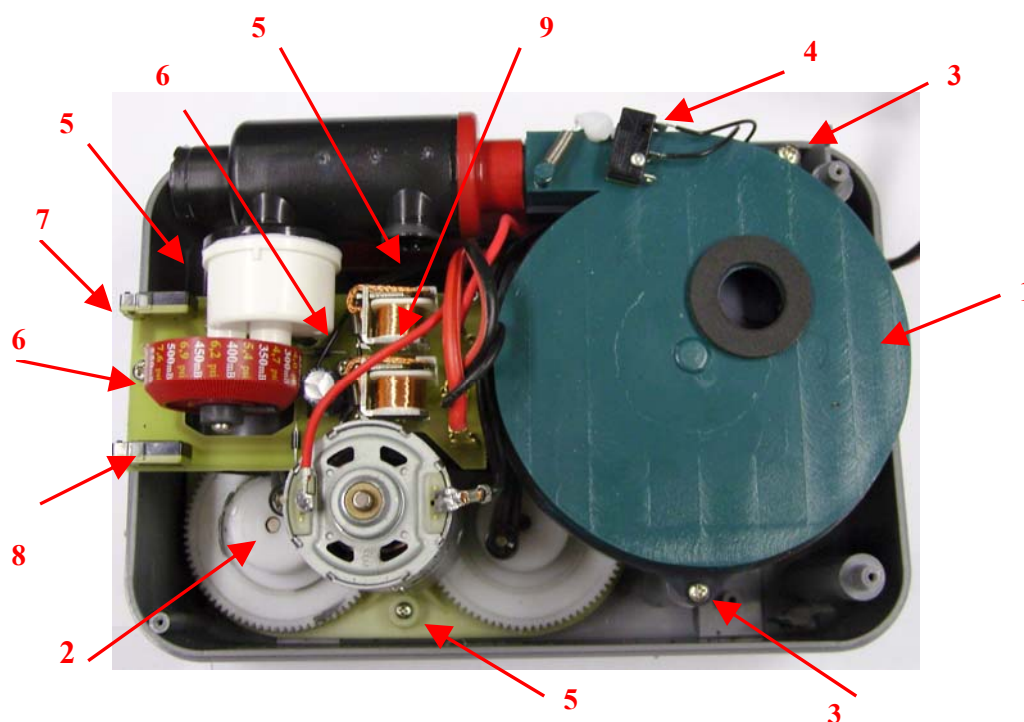

Рис.2
5. С помощью омметра проверяем работоспособность микровыключателя **4** (рис.2).
4. Для демонтажа второй ступени необходимо демонтировать электрическую плату, отвернув два самореза **6** (рис.2) (провода можно не отсоединять). Вывернуть три самореза **5** (рис. 2), удерживающие вторую ступень в корпусе насоса.
1. Для получения доступа к обратной стороне платы и визуального контроля печатного монтажа необходимо открутить два самореза **6** (рис.2).
4. Подключаем штатные провода насоса к аккумуляторной батарее, соблюдая полярность – черный провод к отрицательной клемме, красный к положительной. Нажимаем на переключатель 8 (рис. 2) для включения насоса. Внимательно наблюдаем за действием пары реле (9). Перед включением первой ступени происходит срабатывание верхнего реле. Перекрываем пальцем выходное отверстие воздушного канала насоса, при этом должно сработать нижнее реле и включиться вторая ступень. Отключение насоса производим нажатием на переключатель 7 (рис. 2)